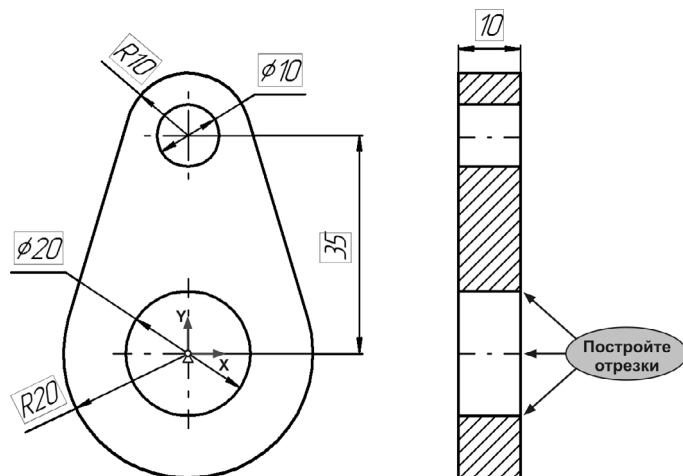

Рис. 66.33.
6. Повторите аналогичные построения для нижнего отверстия (рис. 66.33).